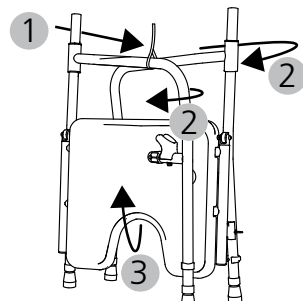

Abb. 3
1. Lösen Sie den Kabelbinder (Abb.3, 1).
2. Die Seitenteile an den Armlehnen nach vorne umschwenken (Abb.3, 2) und leicht nach außen geöffnet aufstellen, sodass sich die Sitzfläche ungehindert nach oben klappen lässt (Abb.3, 3).